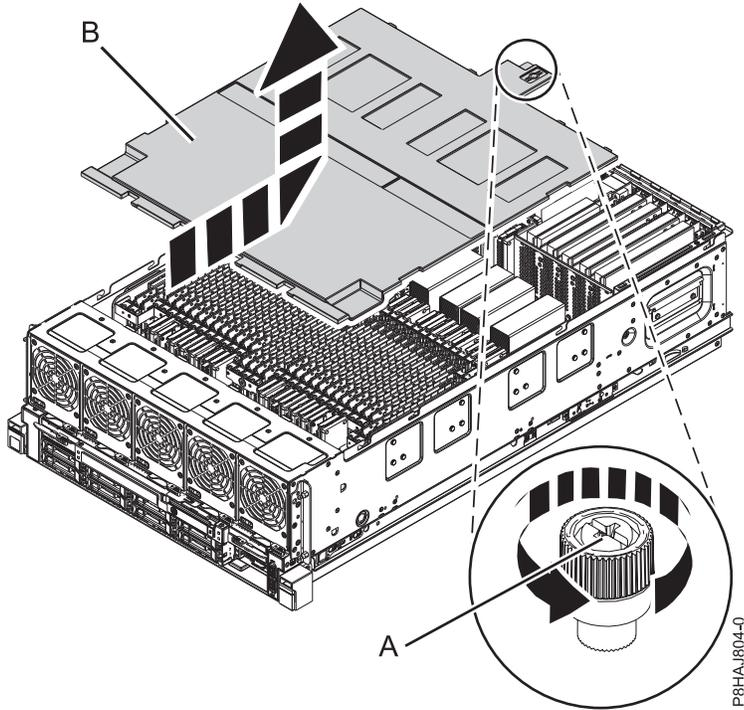

Figura 10. Extracción de la cubierta de seguridad
2. Afloje el tornillo de mano (A) situado en la parte posterior de la cubierta, girándolo en la dirección que se muestra en la Figura 10 en la página 30.
3. Deslice la cubierta de seguridad (B) hacia la parte posterior del sistema. Cuando la parte frontal de la cubierta se haya separado del reborde superior del chasis, levante la cubierta hacia arriba y fuera del sistema.